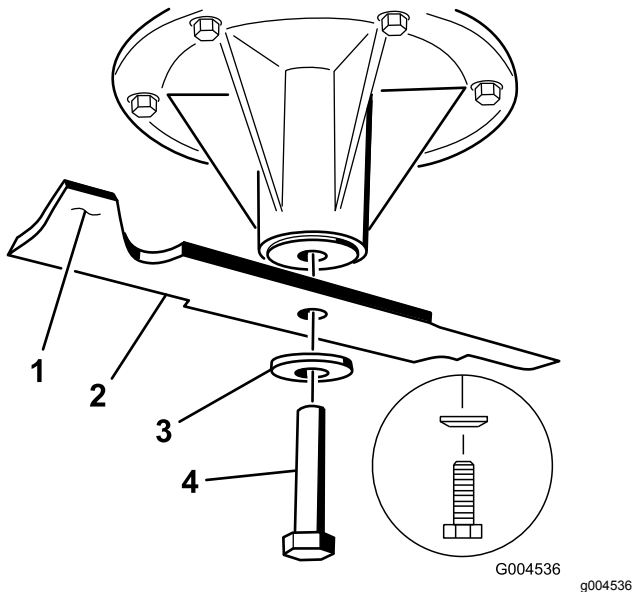

Figure 113
2. Enlevez de l'axe, le boulon, la rondelle bombée et la lame (Figure 113).
1. Placez la lame sur l'axe (Figure 113).
2. Montez la rondelle bombée et le boulon de lame (Figure 113).